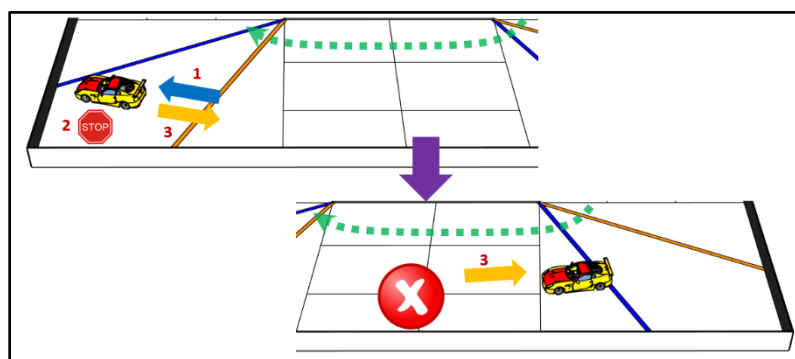

Bild 19: Roboter fährt mehr als 2 Abschnitte entgegen der Fahrtrichtung
- 9.5.5. das Roboterauto über mehr als zwei Abschnitte **entgegen der Fahrtrichtung** gefahren ist (s. Bild 19)